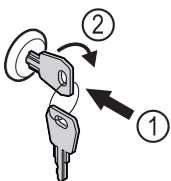

Fig. 143
- ▶ Вставьте ключ Fig. 143 (1).
- ▶ Поверните ключ на 90° по часовой стрелке Fig. 143 (2).